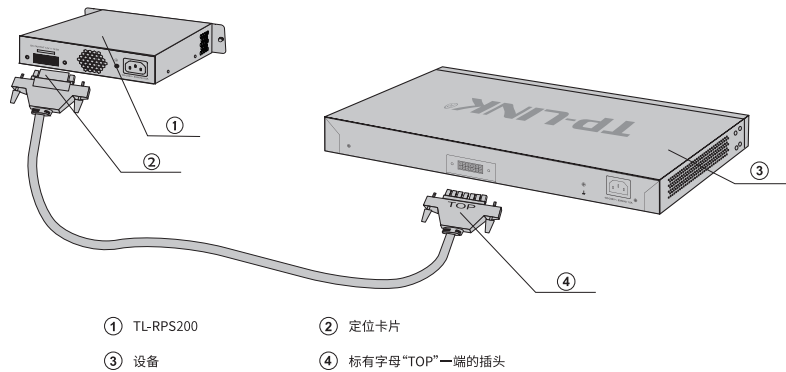

图3-5 连接设备和TL-RPS200示意图
3. 使用TL-RPS200中配送的直流电源线连接设备和TL-RPS200。如图3-5所示，直流电源线的其中一端插头上标有字母“TOP”，另一端插头上则带有一个定位卡片。请将标有字母“TOP”的一端插到设备的RPS输入接口，而带有定位卡片的一端插入TL-RPS200的直流输出接口。操作时应注意将两端插头中带字母“TOP”和带定位卡片的一面朝上。